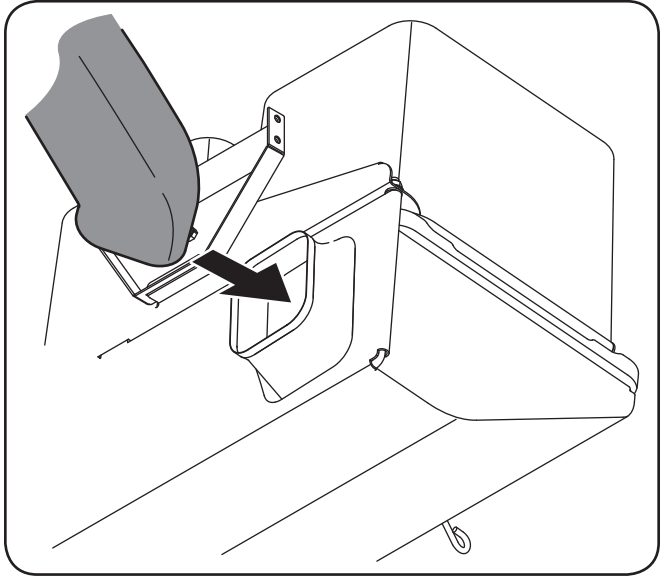

Figure 4-6
8. Introduisez l'extrémité de la goulotte dans l'ouverture correspondante du couvercle. Il est plus facile d'introduire l'extrémité de la goulotte dans l'ouverture en tenant la goulotte à l'envers et en la pivotant ensuite dans le bon sens après l'avoir insérée. Voir Figure 4-6.